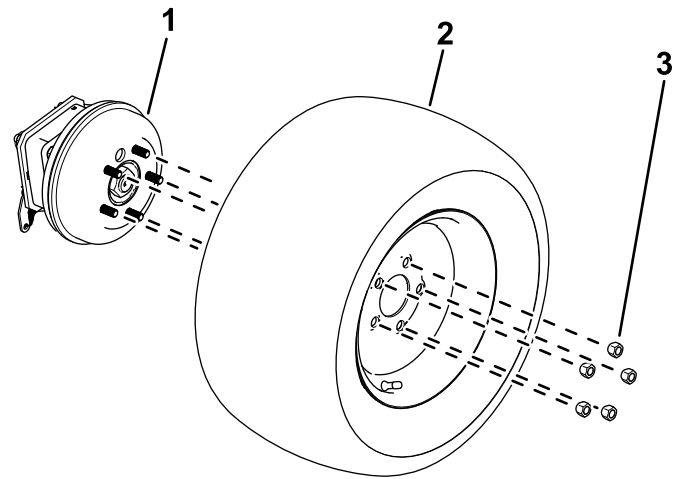

Figure 11
2. Desserrez et retirez les écrous de roue (Figure 11).
3. Déposez les roues des moyeux (Figure 11).
- 1. Fixez les roues sur les moyeux à l'aide des écrous de roues retirés précédemment (Figure 11).